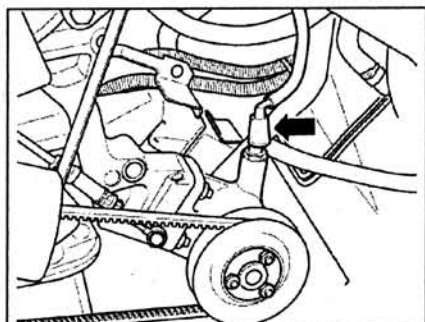

Рис. 7.27. Отсоедините вакуумный шланг (стрелка) от вакуумного насоса.
1. Отсоедините вакуумный шланг (стрелка) от вакуумного насоса (рис. 7.27).